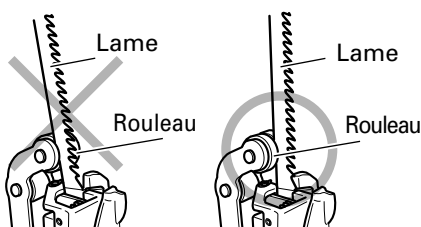

Fig. 5
- S'assurer que la lame est située dans la rainure du rouleau. (Fig. 5)